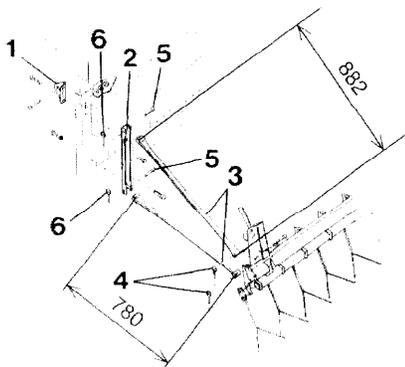
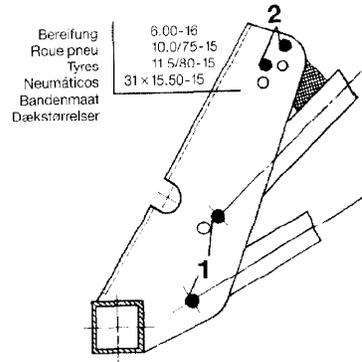

Fig. 42
Fig. 43
- El angular de refuerzo (fig. 42/1) viene fijado de serie a su sembradora.
- Los soportes superiores (fig. 42/2) se montan en la tolva.
- El rascador de precisión se monta en los tubos de soporte (fig. 42/3) con los dos pernos según la fig. 43/1 y se asegura con pasadores (fig. 42/4).
- El amortiguador oscilante metálico en la sembradora D8 SUPER se sujeta mediante tornillos según la fig. 43/2.
- En los soportes superiores (fig. 42/2) se articulan y se fijan los tubos de sujeción (fig. 42/3) con pernos (fig. 42/5) y pasadores (fig. 42/6).